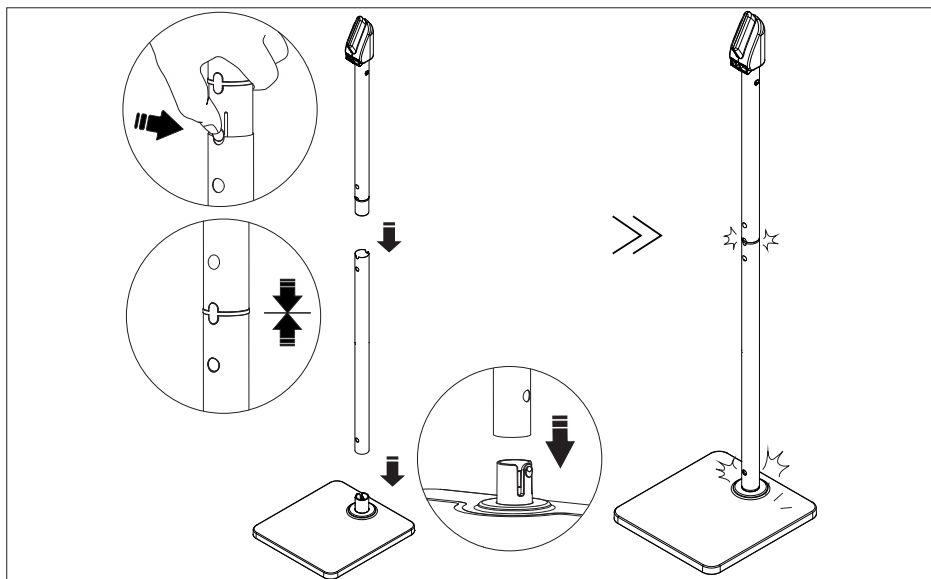

Fig. 3 – Montaggio del supporto a pavimento
- ▶ Assemblare i componenti come illustrato nella fig. 3.
- ▶ A tale fine, inserire la parte inferiore dell'asta di supporto (19), contrassegnata con **1**, nella base di supporto (17) e quindi la parte superiore dell'asta di supporto (18), contrassegnata con **2**, nella parte inferiore dell'asta di supporto.
- ▶ Fissare il porta-accessori (16) alla parte superiore dell'asta di supporto (18).